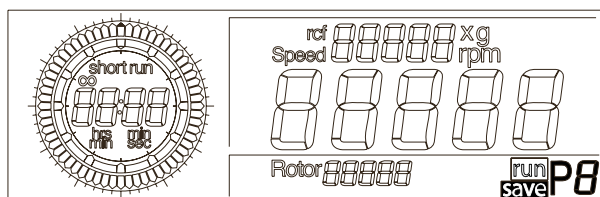

Fig. 5.15 : Sauvegarde d'un programme, ici programme N° 08
- Tournez le bouton rotatif gauche jusqu'à ce que « save » (sauvegarder) soit affiché (Fig. 5.15).